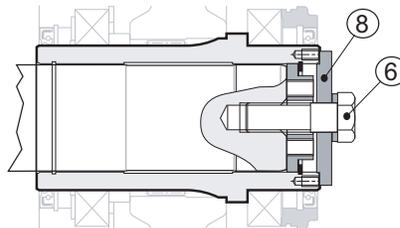

Fig. 16
Remplacez la barre (pos. 4) avec la vis (pos. 6), en le serrant complètement, en appliquant une force selon le Tableau 4:Couples de serrage (p. 19), en utilisant également un frein-filet moyen (voir Fig. 16 (p. 26)).